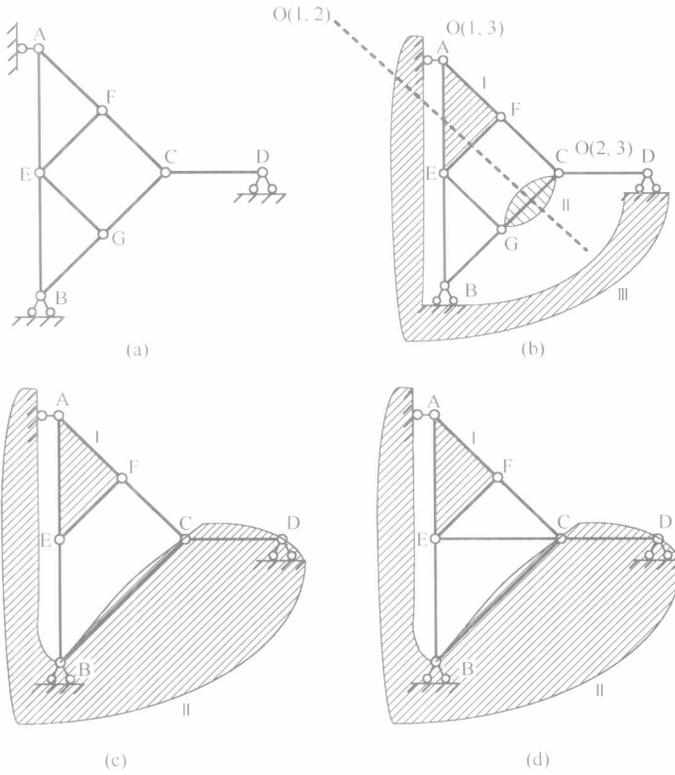

图 1.3-7
**【例 1-9】** 图 1.3-7(a) 为三角形 ABC 及其他链杆所组成体系，试考察 BC 边上 G 铰不同位置与体系整体几何特性的关系，给出简要分析过程。(10 分，北京交通大学，2003)
**解析：**观察图 1.3-7(a) 所示体系， $\triangle BEG$  直接与大地固定铰支，可拆解为 3 根链杆看待，因此，与大地直接相连的约束分别为链杆 BE、BG、CD 及 A 支座，超过 3 个，需将大地视作刚片。BG 和 CD 与 GC 杆件相连，BE 和 A 支座链杆与  $\triangle AEF$  相连，通过“顺藤摸瓜”的思想可以找出如图 1.3-7(b) 所示的三刚片。G 铰位于 BC 之间时，三个虚铰共线，体系为瞬变体系。
G 铰在 B 点处时，如图 1.3-7(c) 所示，B—C—D 可以看作直接添加在大地上的二元体，可与大地视作一个刚片， $\triangle AEF$  为另一刚片，两刚片之间通过三根共线的链杆相连，亦为瞬变体系。
G 铰在 C 点处时，如图 1.3-7(d) 所示， $\triangle AEF$  和大地刚片之间通过 4 根链杆相连，其中 BE、EC、CF 三根链杆既不全共线，也不全交于一点。因此，体系为有一个多余约束的几何不变体系。